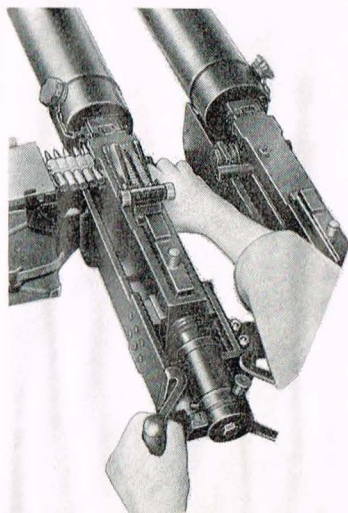

Bild 31. Laddning
6. Stäng locket på bandlådan enligt bild 31.
8. Stäng locket på bandlådan enligt bild 31.